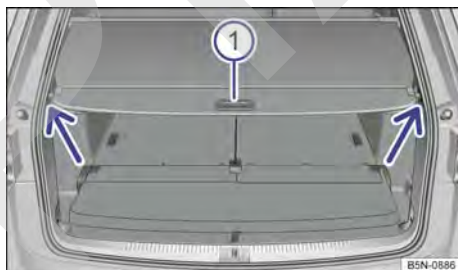

Fig. 186 En el maletero: cubierta del maletero cerrada.
- Tire de la cubierta un poco hacia atrás por el tirador → **fig. 186** ① y extráigala hacia arriba del anclaje (flechas). Guíe la cubierta con cuidado hacia delante. ▶